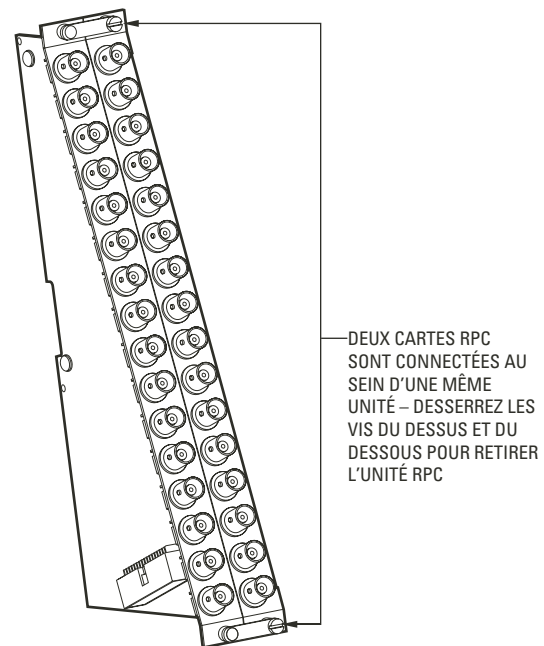

Figure 7. Retirer une carte BNC vidéo de panneau arrière (CM9770-RPC)
1. Desserrez les vis situées au-dessus et en dessous de la carte BNC. Reportez-vous à la Figure 7.